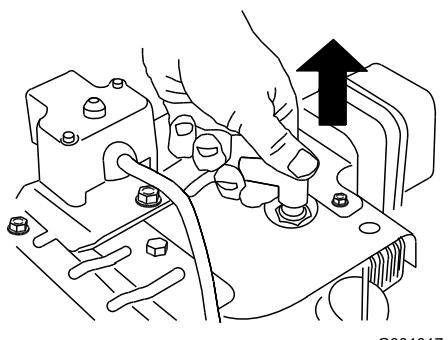

Figura 39
- Staccate il cappellotto dalla candela (Figura 39).